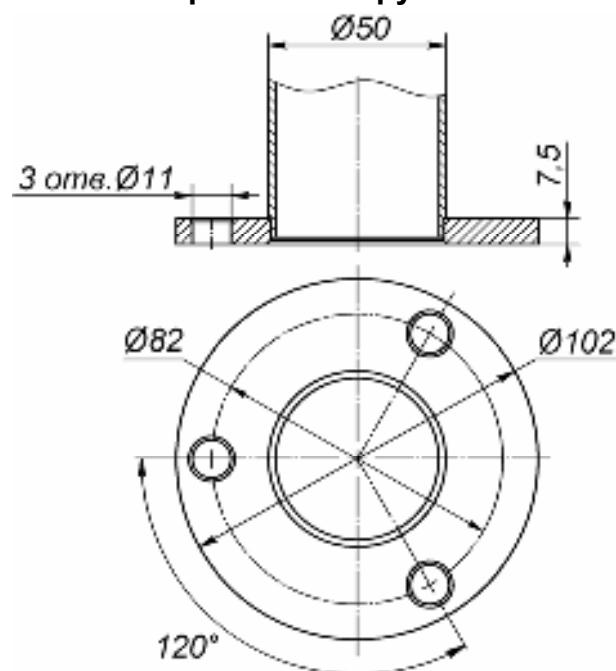

Рисунок 11. Расположение отверстий под анкерные болты во фланцах стоек
3. Поставьте первую стойку в необходимом месте на установочную поверхность таким образом, чтобы расположение патрубков соответствовало необходимому расположению поручней. Придерживая стойку, разметьте через отверстия для анкерных болтов во фланце (см. рис. 11) расположение трех отверстий под анкеры на установочной поверхности. Положите стойку.
2. От центров разметьте точки крепления фланцев вертикальной и опорной стоек секции ограждения к установочной поверхности, как показано на рис. 11 и 13 – две группы по три отверстия Ø16×65 под анкеры.
2. От центров разметьте точки крепления фланцев стоек секции ограждения, как показано на рис. 11 и 13 – две группы по три отверстия Ø16×70 под анкеры.